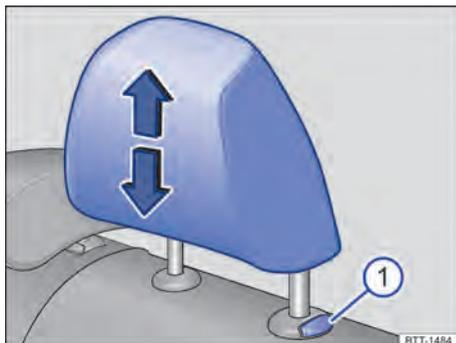

Fig. 72 Segunda fileira de bancos: ajustar o apoio para cabeça.
1. Empurrar o apoio para cabeça para cima na direção da seta ou para baixo mantendo o botão → Fig. 72 ⓘ pressionado.